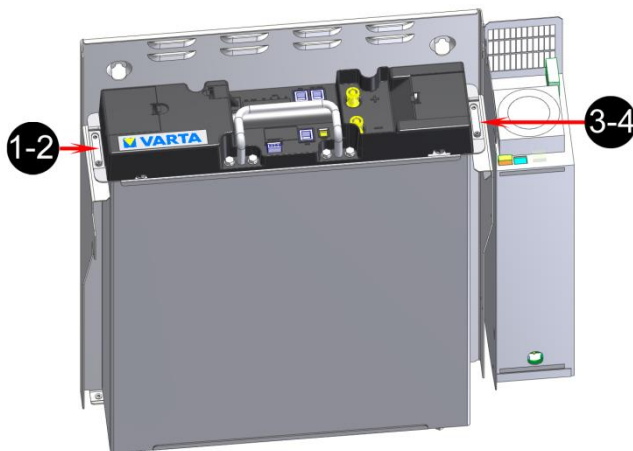

Figura 32: Viti di fissaggio modulo batteria
- Allentare le quattro viti di fissaggio, si veda: Figura 32: “Viti di fissaggio modulo batteria”.